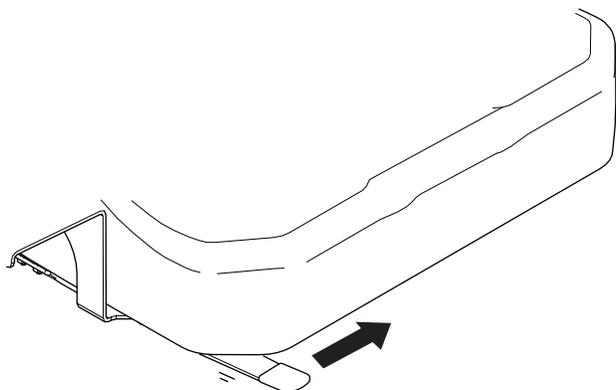

Figure 5
- **Modèle n° 31980** : poussez le levier vers la gauche (Figure 5), déplacez le siège à la position qui vous convient, puis relâchez le levier pour bloquer le siège à cette position.